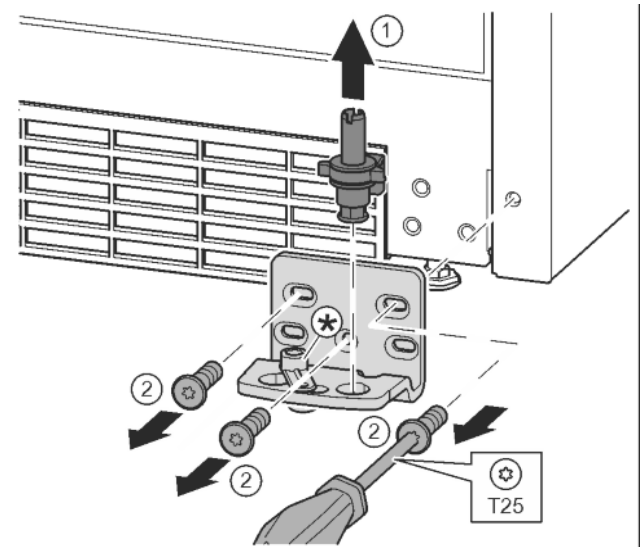

Fig. 12
- ▶ Ložiskový čep celý vytáhněte nahoru. Fig. 12 (1)
- ▶ Šroubovákem T25 vyšroubujte šrouby a sejměte stojan ložiska. Fig. 12 (2)